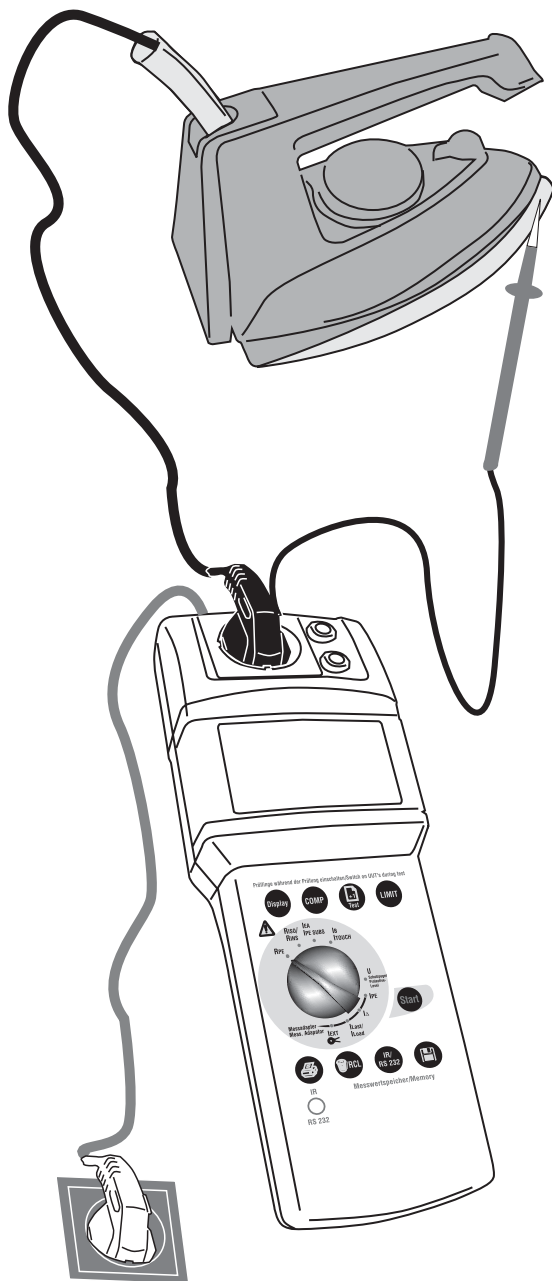

Bild 6.1: Messung des Schutzleiterwiderstandes
- 1) Schließen Sie den BEHA-AMPROBE TELARIS 0701/0702 mit dem Netzanschlusstecker (1) an eine funktionsfähige und ordnungsgemäß angeschlossene Schutzkontakt-Netzsteckdose an.
- 2) Stellen Sie den Drehschalter 'Messfunktion' (15) auf die Schalterstellung 'RPE'.
- 3) Stellen Sie mittels der Taste LIMIT (7) den Grenzwert für den Schutzleiterwiderstand ein.
- 4) Stecken Sie den Netzstecker des Prüflings in die Prüfsteckdose (3).
- 5) Verbinden Sie den PE-Prüfanschluss 'Sonde' (2) mit berührbaren leitfähigen Gehäuseteilen des Prüflings entsprechend Bild 6.1, achten Sie auf guten Kontakt mit der Oberfläche der Gehäuseteile.
- 6) Drücken Sie die Taste „Start“ (9). Das blinkende Symbol für die Messeinheit im Display signalisiert den aktuellen Messvorgang.
- 7) Lesen Sie den Messwert von der LC-Anzeige (6) ab. Das Symbol 'LIMIT' (21) zeigt bei eingeschalteter Grenzwertanzeige eine Überschreitung des Grenzwertes an.
- Das Gerät zeigt den Wechselstromwiderstand der Schutzleiterverbindung an. Mit der Taste "Anzeige" (17) können Sie während der Messung nacheinander die einzelnen Messwerte für den positiven und negativen Prüfstrom getrennt abrufen (Anzeigesymbol $\Omega+$ und $\Omega-$).
- Die Messergebnisse können durch Drücken der Taste  (10) abgespeichert werden.